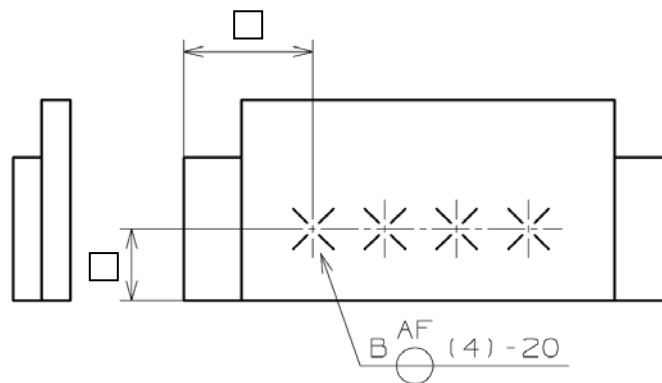

図4—スポット溶接の圧接部の図示例
- スポット溶接の場合は、附属書 A に示す打点記号によって圧接部を図示する（図 4 参照）。指示方法の詳細は、5.2 の b)～e) による。